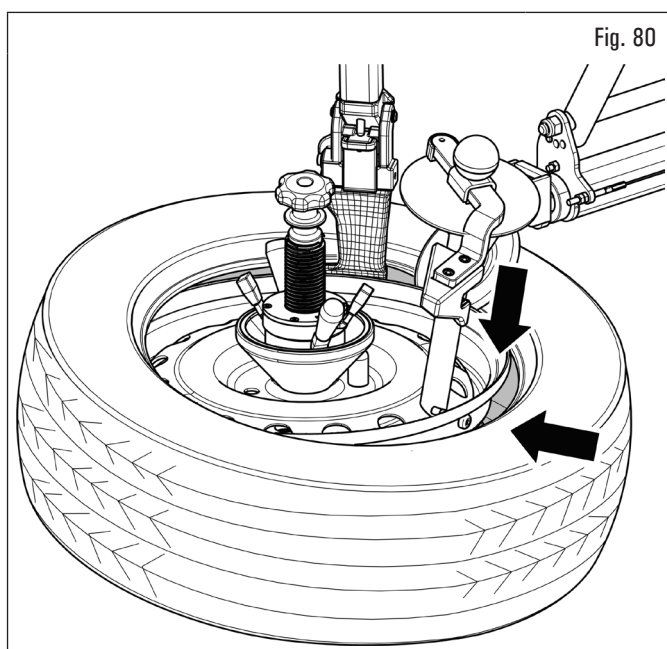
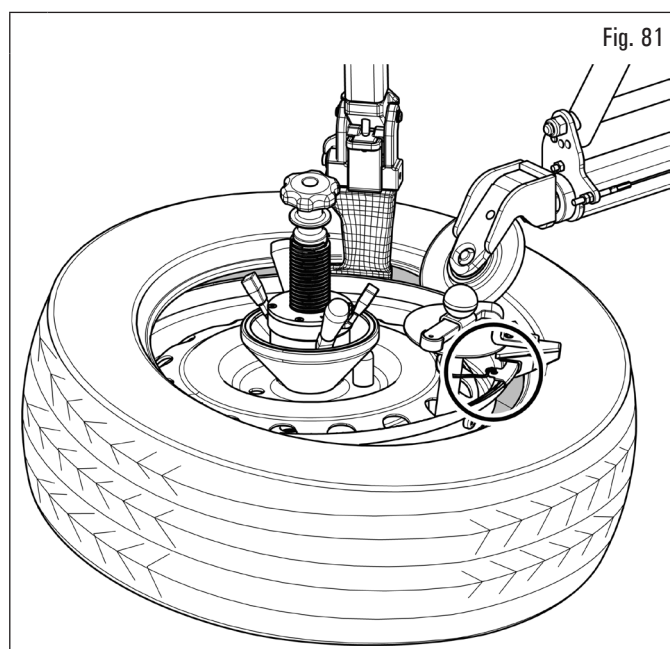

Fig. 80
Fig. 81
6. inserire lo spingitallone con trascinatore esattamente in corrispondenza della valvola (vedi Fig. 80). Montare, in corrispondenza del trascinatore, sul bordo del cerchio, la protezione parabordo (optional) come visualizzato in Fig. 81;